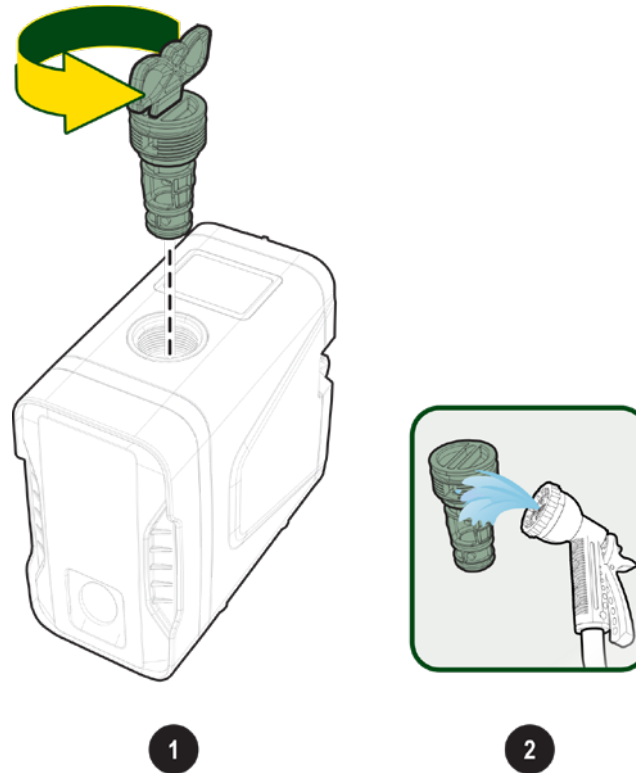

Abb. 22 Reinigung des Rückschlagventils
- Mit dem Zubehörschlüssel den Stopfen entfernen (siehe Abb. 22 Reinigung des Rückschlagventils)